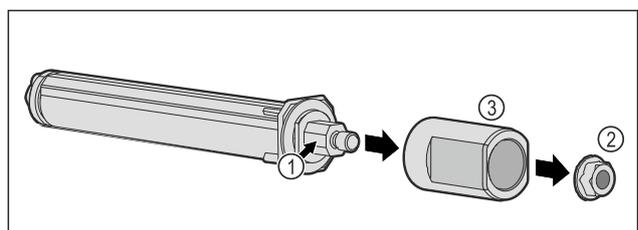

Fig. 58
- ▶ Ne pas démonter le système de fermeture de la porte Fig. 58 (1).
- ▶ Retirer l'écrou Fig. 58 (2).
- ▶ Retirer la douille Fig. 58 (3).